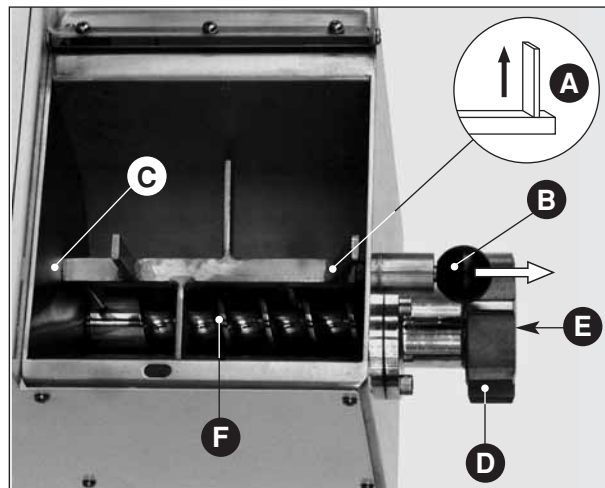

Fig. 13
- **Mezclador:** asegurarse que la paleta externa esté en la posición vertical superior (**Fig. 13 A**) (solamente esta posición permite el desarme de la pieza).
Modelo TR 70: desmontar el mezclador y tirar del pomo (**Fig. 13 B**) hasta liberarlo; modelo TR 75/E: desmontar el mezclador desatornillando el soporte móvil exterior, hasta liberar el mezclador (**Fig. 13 bis A**). Desensartar el árbol cuadrado de su asiento (**Fig. 13 C**) y contemporaneamente girar la extremidad externa hacia arriba. Para el montaje del particular obrar en sentido inverso con la advertencia de alinear el alojamiento central del árbol con la espiga del soporte móvil; luego soltar la perilla.
- **Abrazadera (Fig. 13 D)** e **hilera (Fig. 13 E)**: desenroscar la abrazadera a mano, poniendo cuidado a que no caigan las piezas, en el momento en que la abrazadera sale de su asiento, para no causar daños a sí mismo o las piezas mismas.
- **Cóclea (Fig. 13 F)**: desmontada la abrazadera con hilera, la cóclea se puede extraer fácilmente de la máquina empujándola desde la espiral por la extremidad interna.
Fig. 13 bis